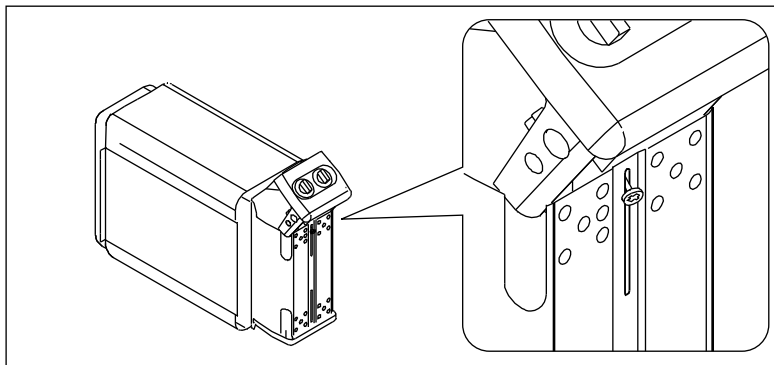

Рисунок 8. Подключение соединительного кабеля
4. Когда кабель присоединен, торцевая часть с приборами управления осторожно возвращается в электрокоробку. См. рис. 8. Перед затяжкой крепежного шурупа убедитесь, что край электрокоробки находится в дне паза торцевой части.